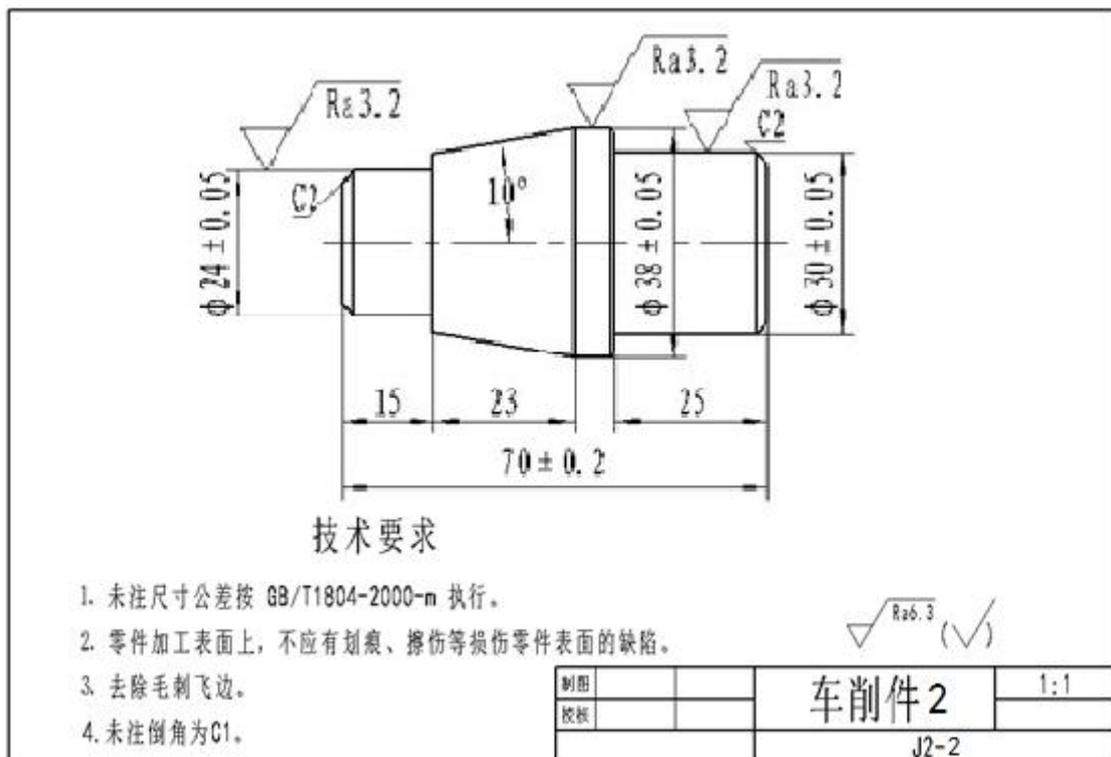

图 2-1-2 车削件零件图
(1) 任务描述：试在 CA6136 车床上加工如图 2-1-2 所示工件，所提供的工件毛坯规格： $\Phi 40\text{mm} \times 75\text{mm}$ 棒料，45 钢。生产批量为中批量。最终结构要素的加工形状、公差要求以及表面质量等以图纸标注为准。